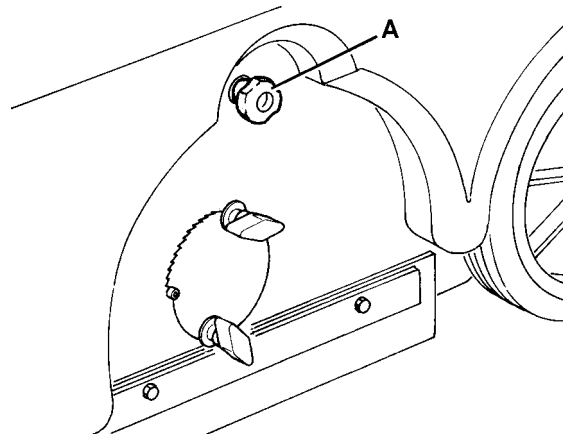
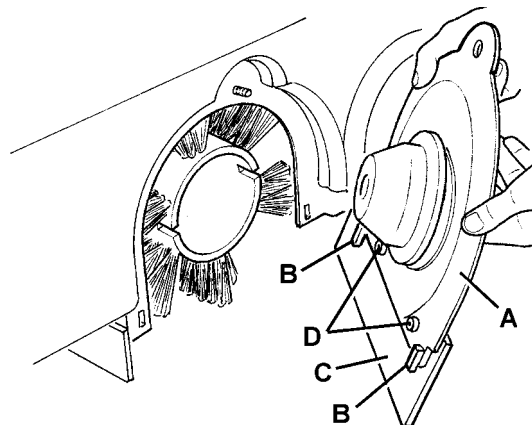

Figure 16
Figure 17
5. Ouvrir le coffre (7), desserrer le pommeau (A, Fig. 16) et enlever le couvercle gauche (A, Fig. 17) du balai central, en le pressant vers le bas pour dégager les dispositifs de retenue (B).
6. Régler la hauteur du volet gauche (C, Fig. 17) en utilisant ses orifices oblongs (D).